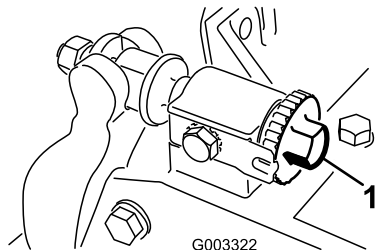

图25
1. 逆时针旋转底刀调节旋钮（图25），松开滚刀与底刀的接触，直至不再有接触。